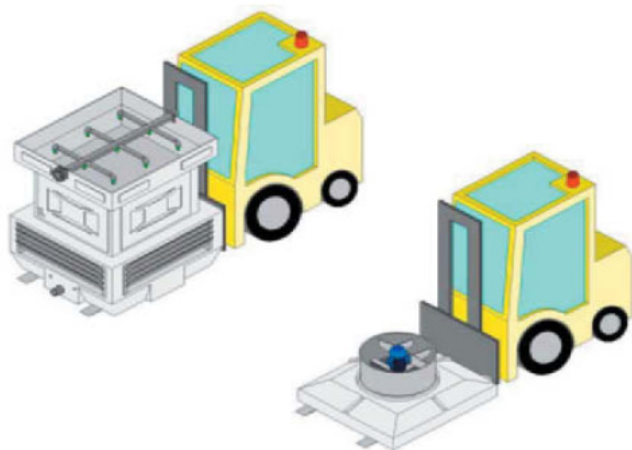

fig.03
- По центральной линии, учитывая центр и силы гравитации (Рис. 03)